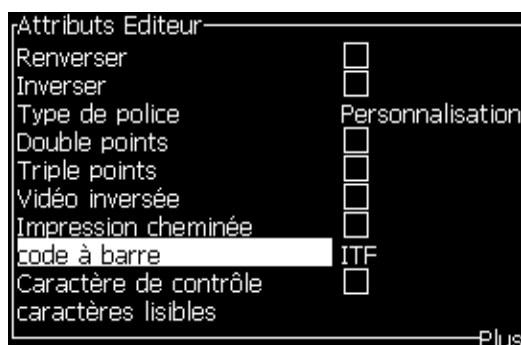

Figure 5-55 : Sélection du type de code-barres
- 2 Appuyez sur la touche *F3* ou sur *ALT + E* et sélectionnez *Attributs en Ligne* pour ouvrir l'écran *Editeur d'Attributs* (Figure 5-55 page 5-65).